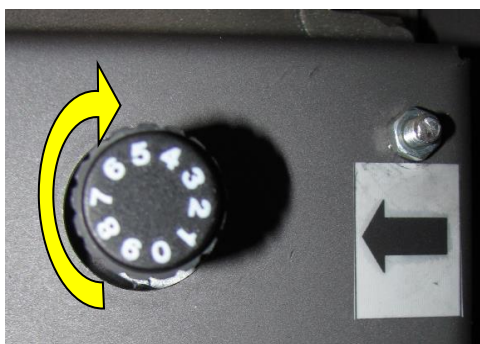

Fig. 13 : thermostat sur le réglage de base
Le thermostat Air Control de wotdke assure la commande de l'air primaire via la grille en fonte. Celui-ci peut être modifié via une molette (Fig. 13 pos. 1).
Le réglage de base, flèche sur la position 2 (Fig. 13), ne doit en règle générale pas être modifié. Dans des cas exceptionnels, celle-ci peut être influencée avec la molette de réglage :